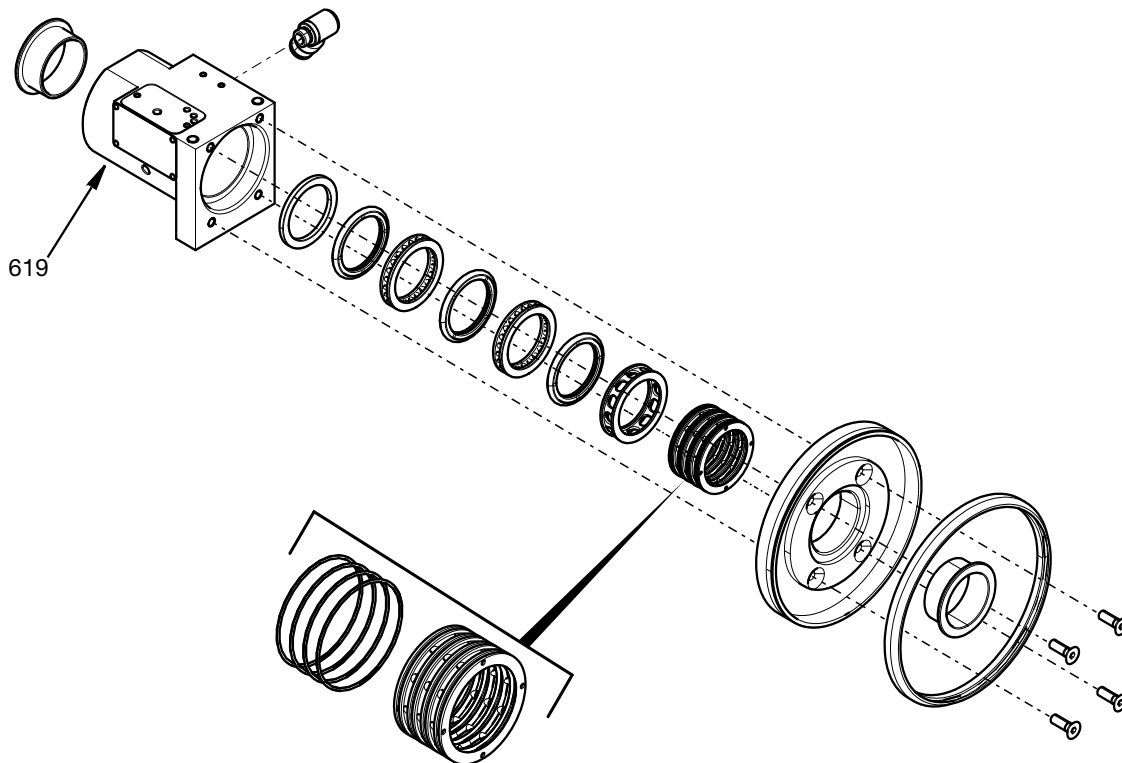

FIG. 19
11. Všechny vnitřní součásti a těsnění lze nyní vyjmout z tělesa otočného čepu (619). Při demontáži komory otočného čepu je třeba vyměnit všechna vnitřní těsnění a plochá těsnění. Viz FIG. 19.